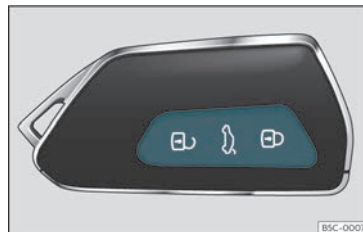

Fig. 70 Clau per control remot:tecles
- Bloquejar: premeu el botó  »»» fig. 70.